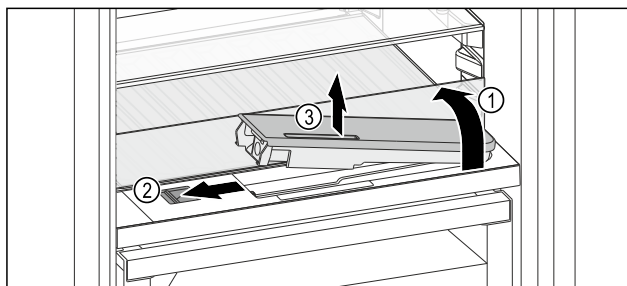

Fig. 223
- ▶ Podignite staklenu ploču i otklopite je do graničnika prema natrag Fig. 223 (1).
- ▶ Pomaknite Fig. 223 (2) klizač ulijevo.
- ▶ Izvadite spremnik za vodu Fig. 223 (3).